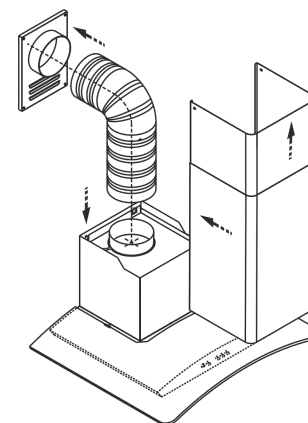

рис. 9
- будьте осторожны при установке фальштруб (рис. 9), не повредите поверхности из нержавеющей стали. Их легко поцарапать.
6.4 В зависимости от режима эксплуатации кухонной вытяжки соедините вентилятор с вентиляционной решеткой полужестким гофрированным воздуховодом (рис. 9) или установите на вентилятор угольные фильтры*. Угольные фильтры устанавливаются на защитные решетки корпуса вентилятора (рис. 10, 10А).